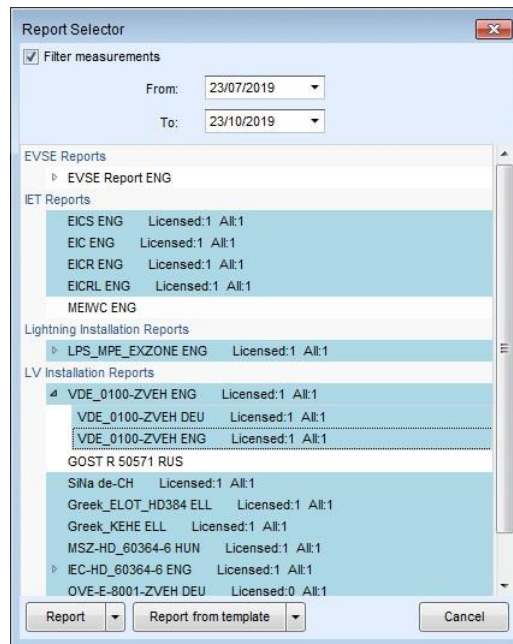

Abbildung 10.1: Auswahlfeld für das Berichtsformular
- Klicken Sie auf das  Symbol in der Gruppe "Reports" auf der Registerkarte "Home", um das Dialogfeld "Report-Formularauswahl" zu öffnen, . **Abbildung 10.1**.